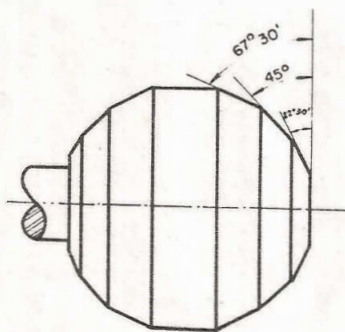

Fig. 1
- 2º Haga chaflanes a  $45^{\circ}$  (fig. 1).